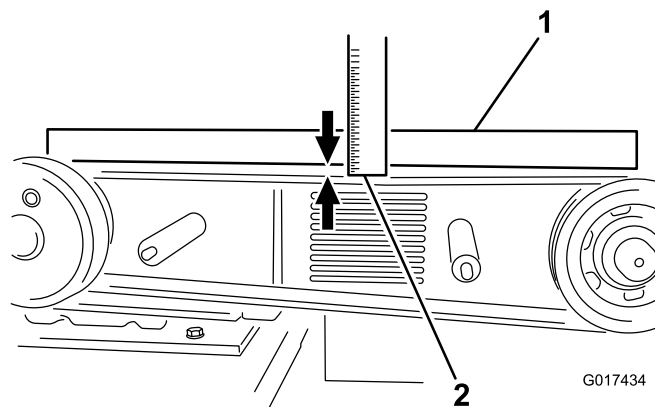

Figura 26
8. Posate un regolo trasversalmente sulle pulegge di frizione e volano. Serrate il bullone di tensione della cinghia in modo che vi sia una flessione di 10 mm nella cinghia quando viene spinta verso il basso con una forza di 6,8 kg a media lunghezza (durante il ritensionamento di una cinghia in uso) o con una forza di 8 kg durante l'installazione di una nuova cinghia (**Figura 26**).